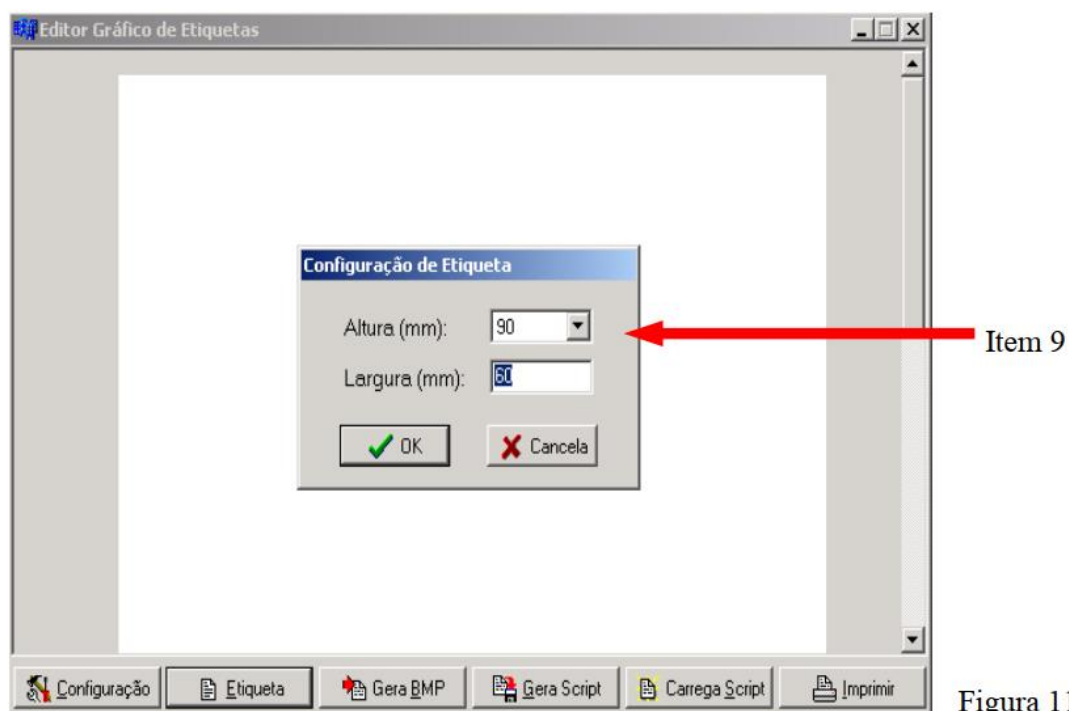

Figura 11
- No item “**ALTURA**”, clicar na barra de rolagem conforme item 9 da figura 11, e selecionar as diversas alturas de etiquetas.